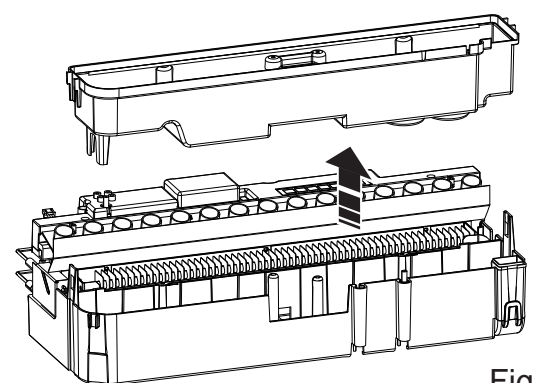

Fig.13
8. Снимите преобразователь и осторожно наклоните, как показано на рисунке, чтобы жидкость вытекла из поддона. (Рис. 13)